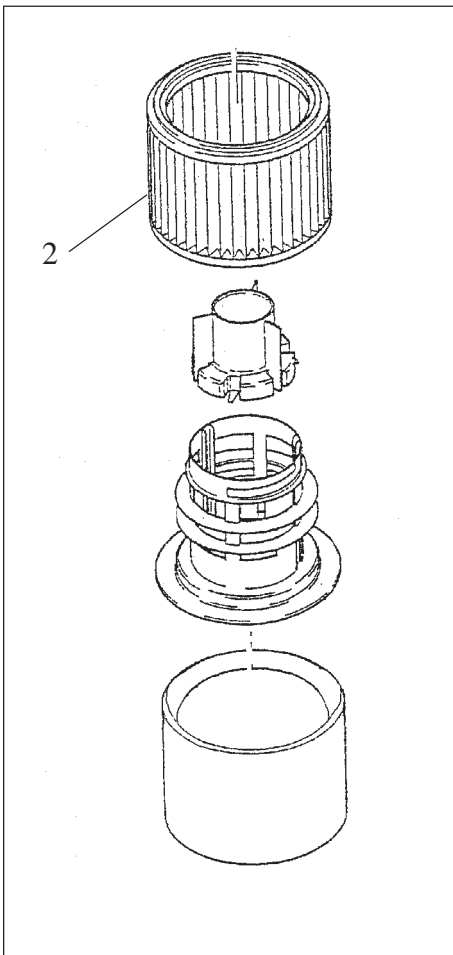

Figure 8
2. Remove the machine top section from the dirt tank and place to one side with the filter element facing upwards (Figure 8).
4. Unscrew the filter retaining nut (1) and remove.
5. Pull off the filter element (2).
2. Retirez la section supérieure de la machine du réservoir des déchets et placez-la de côté avec l'élément de filtrage vers le haut (Figure 8).
4. Dévissez l'écrou de blocage du filtre (1) et retirez-le.
5. Retirez l'élément de filtrage en le tirant (2).